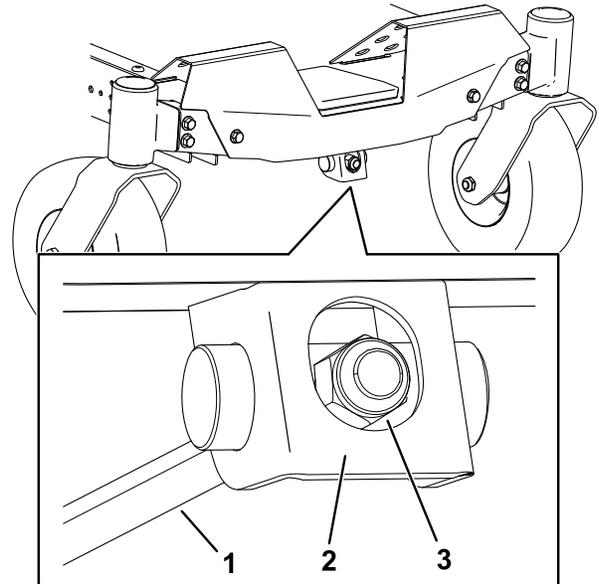

Figura 73
1. Ruotate il dado di regolazione nella parte anteriore del tosaerba (Figura 73).